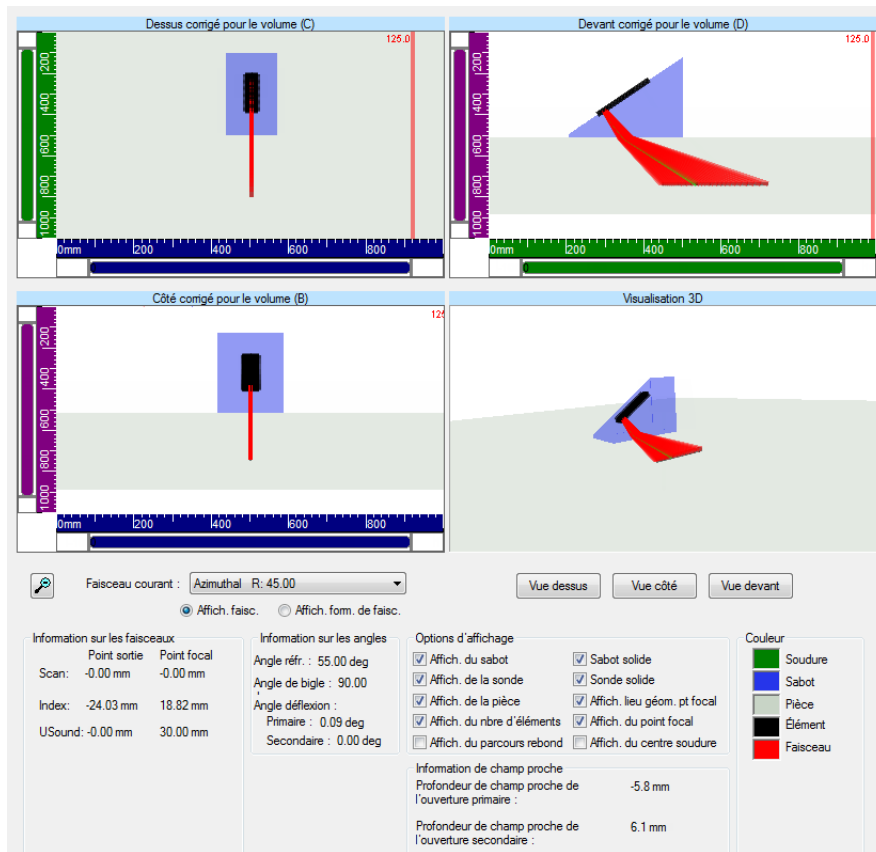

Figure 4-11 Exemple de l'onglet Information sur l'affichage des faisceaux dans la Calculatrice avancée
- n) Utilisez les quatre vues et les paramètres en-dessous des vues pour valider les faisceaux calculés (voir la Figure 4-11 à la page 247).